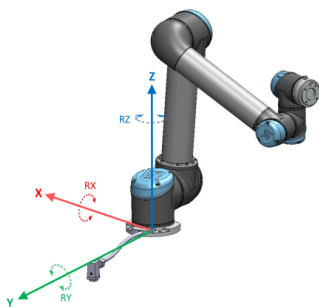

Figura 16.1: Recurso de base
- O Recurso Base está localizado com origem no centro da base do robô (consulte a figura 16.1)